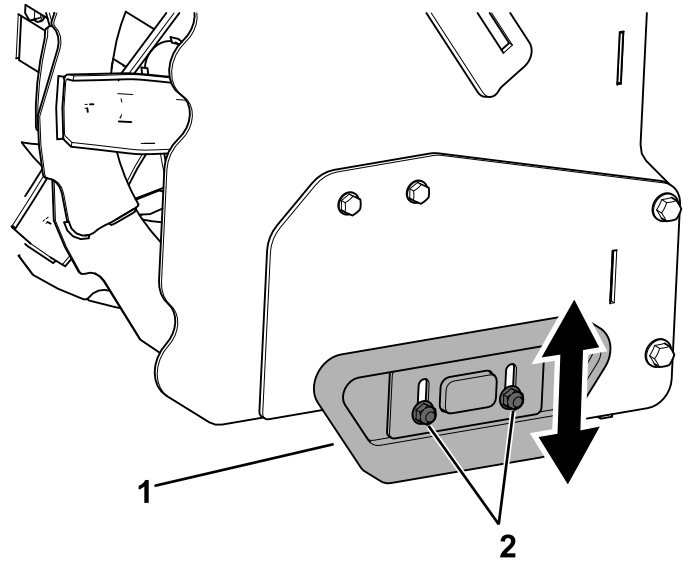

Figura 28
3. Afloje las tuercas que sujetan los patines a los lados del sinfín hasta que los patines se deslicen fácilmente hacia arriba y hacia abajo (Figura 28).